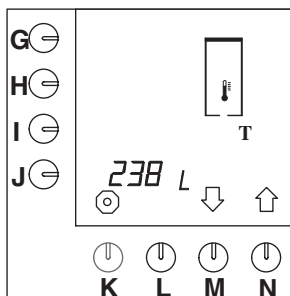

Fig. 49 Varmtvandssystemets samlede tæller
- Tryk på valgknappen (N.)↑, indtil fig. 49 vises i displayet.